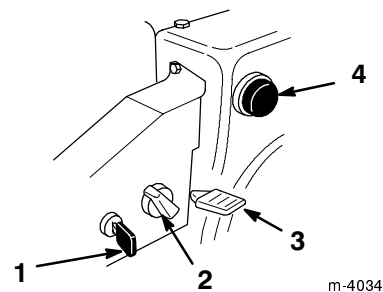

Figure 20
- **Clé de contact** (Fig. 20)—Insérez la clé dans le commutateur d'allumage avant de mettre le moteur en marche à l'aide du lanceur. Pour couper le moteur, retirez la clé de contact.
- **Starter** (Fig. 20)—Pour mettre en marche un moteur froid, tournez la commande de starter dans le sens des aiguilles d'une montre à la position "On" (en service). A mesure que le moteur se réchauffe, tournez progressivement le starter dans le sens contraire des aiguilles d'une montre à la position "Off" (hors service).
- **Commande d'accélérateur** (Fig. 20)—Déplacez la manette vers le haut pour augmenter le régime du moteur, ou vers le bas pour le réduire. Abaissez complètement la manette pour arrêter le moteur.
- **Amorceur** (Fig. 20)—Appuyez sur l'amorceur pour envoyer une petite quantité d'essence dans le moteur afin de faciliter le démarrage par temps froid.
2. Retirez la clé de contact du commutateur d'allumage (Fig. 20).
3. Enlevez le bouton de starter (Fig. 20).
4. Tournez le starter en position “On” (en service) (Fig. 20).
5. Insérez la clé de contact (Fig. 20).
6. Couvrez l'orifice central de l'amorceur (Fig. 20) avec le pouce et appuyez lentement sur l'amorceur à trois reprises.
9. Dès que le moteur a démarré, tournez le starter (Fig. 20) à la position 3/4. A mesure que le moteur se réchauffe, tournez le starter à la position 1/2. Quand le moteur est suffisamment chaud, tournez le starter à la position “Off” (hors service).